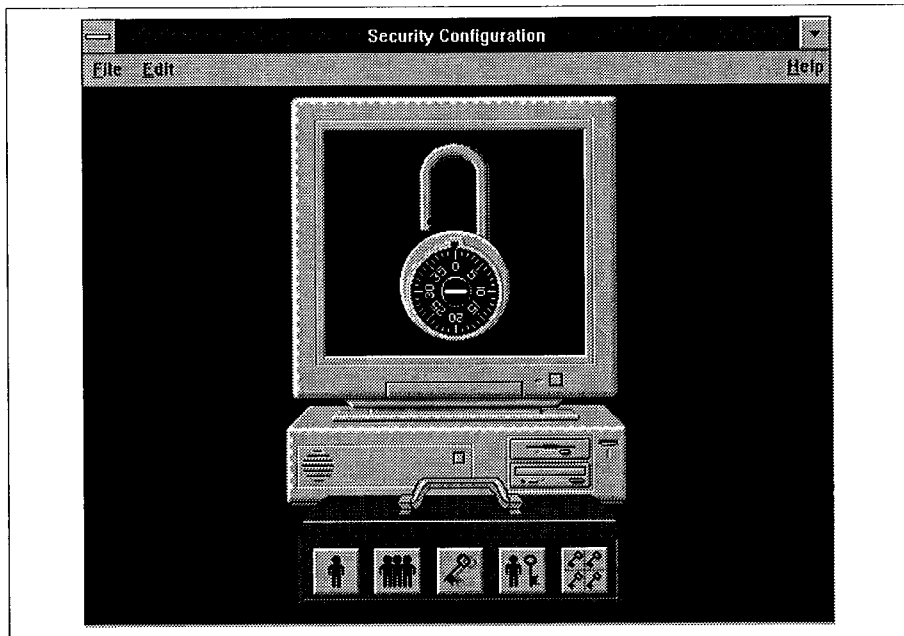
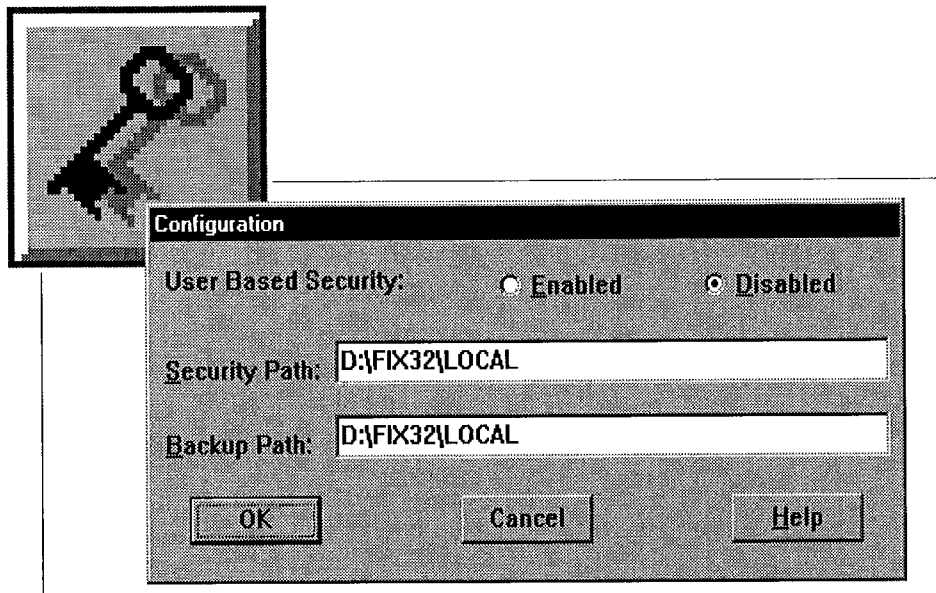

Figure 3-30 Fenêtre de configuration de la sécurité
Figure 3-33 Boîte de dialogue Configuration
La fenêtre **Security Configuration** (configuration de la sécurité) s'affiche à l'écran, voir figure 3-30.
- 1 Dans la fenêtre de configuration de la sécurité, voir figure 3-30, sélectionnez *Configuration* dans le menu *Edit* (Edition) pour afficher la boîte de dialogue **Configuration**, voir figure 3-33.